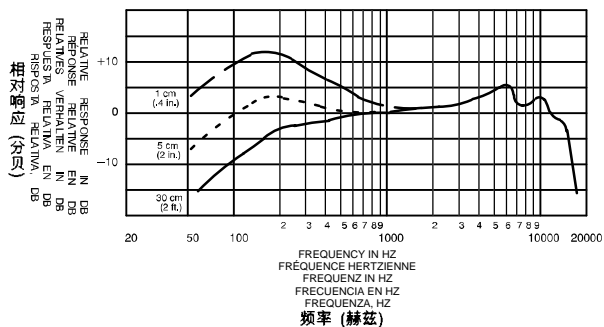

FIGURE 2 • ABBILDUNG 2 • FIGURA 2
De 85 à 14 000 Hz (voir Figure 2)
5. Nahe am Mikrofon arbeiten, um zusätzliches Baßverhalten zu erzielen (siehe Abbildung 2). Dieses Phänomen ist als Naheffekt bekannt und kann zur Erreichung eines volleren Tons verwendet werden, vor allem für Gesangsstimmen bei leisen Passagen, bei denen zusätzliche Hervorhebung benötigt wird. Für Instrumente kann der Naheffekt dazu eingesetzt werden, um die Baßausgabe zu verändern, ohne die Klangregler zu verwenden.
85...14 000 Hz (siehe Abbildung 2)